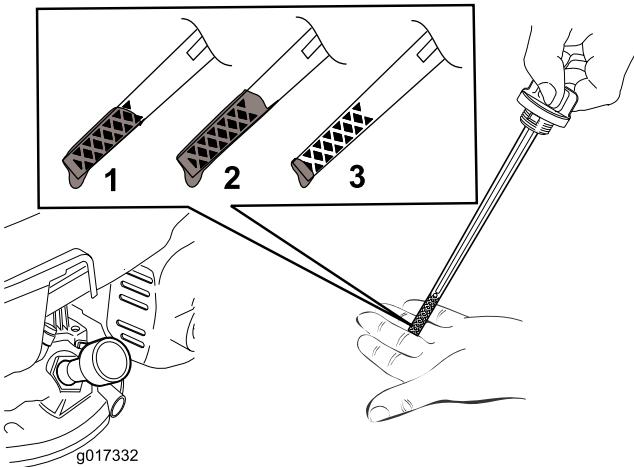

図 6
2. ディップスティックを外す（図 6）。
注 ディップスティックで量を確認しながら図 6 に示される適正量までオイルを入れる。オイルを入れすぎてしまった場合には、「エンジンオイルの交換」の項に従って余分なオイルを抜き取ってください。